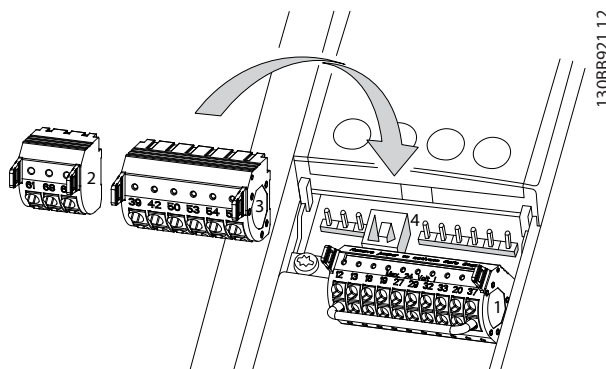
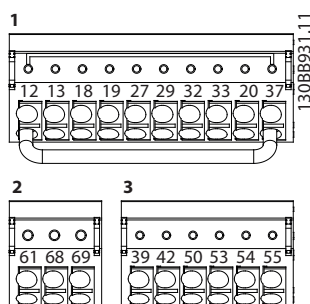

Bild 4.8 Styrplintplatser
Bild 4.9 Plintnummer
- Om frekvensomriktaren är ansluten till en termistor måste termistorns styrkablar vara skärmade och förstärkta/dubbelisolerade. En 24 V DC-nätspänning rekommenderas. Se Bild 4.8.
Bild 4.8 och Bild 4.9 visar anslutningarna för flyttbara frekvensomriktare. Plintfunktionerna och fabriksinställningarna sammanfattas i *Tabell 4.2* och *Tabell 4.3*.